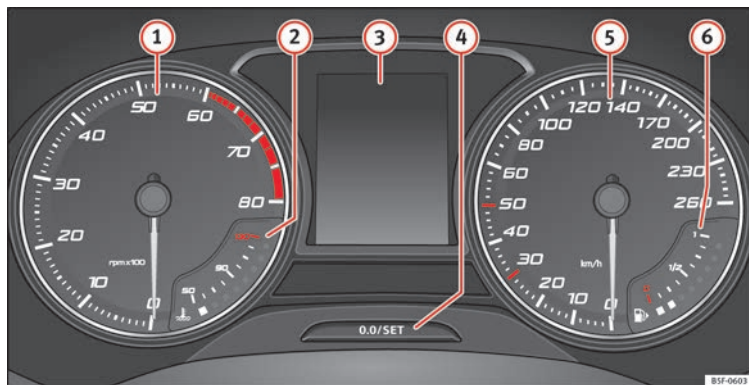

Abb. 113 Display des Kombi-Instruments in der Instrumententafel.
Der Drehzahlmesser zeigt die Motordrehzahl pro Minute an » Abb. 113 ①.
Die Nadel des Drehzahlmessers ① » Abb. 113 darf den roten Bereich nur für einen kurzen Moment erreichen, andernfalls besteht die Gefahr eines Motorschadens.
Beim Einschalten der Zündung können im Display des Kombiinstrumentes » Abb. 113 ③ je nach Fahrzeugausstattung verschiedene Informationen angezeigt werden:
- Drücken Sie kurz die Taste **» Abb. 113 ④**, um den Tageskilometerzähler auf 0 zurück zu setzen.
- Wenn Sie die Taste **④** drei Sekunden lang gedrückt halten, wird der vorherige Wert angezeigt.
- Zum Einstellen der Uhrzeit die Taste **» Abb. 113 ④** länger als 3 Sekunden gedrückt halten, um die Anzeige für Stunden oder Minuten auszuwählen.
- Zur weiteren Einstellung den oberen bzw. unteren Bereich der Taste **④** drücken. Zum Schnelldurchlauf gedrückt halten.
- Erneut die Taste **④** drücken, um die Einstellung der Uhrzeit abzuschließen.
Die Taste **» Abb. 113 ④** länger als 15 Sekunden gedrückt halten, um die Motorkennbuchstaben (MKB) des Fahrzeugs anzuzeigen. Dazu muss die Zündung ein- und der Motor ausgeschaltet sein.
Die Kühlmitteltemperaturanzeige **②** » **Abb. 113** arbeitet nur bei eingeschalteter Zündung. Um Motorschäden zu vermeiden, beachten Sie bitte die folgenden Hinweise zu den Temperaturbereichen.